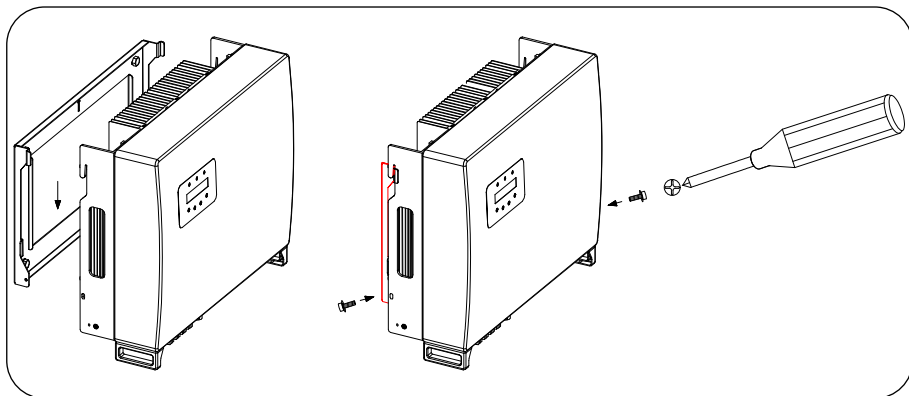

Figura 11 - Staffa per montaggio a parete
- Sollevare l'inverter (fare attenzione a evitare strappi muscolari) e allineare la staffa posteriore sull'inverter con la sezione convessa della staffa di fissaggio a muro. Appendere l'inverter sulla staffa di fissaggio a muro e accertarsi che l'inverter sia in posizione salda (vedere Figura 11).
Dopo aver posizionato l'inverter sulla staffa, bloccarlo con la vite fornita in dotazione nella parte inferiore come indicato in Figura 11.